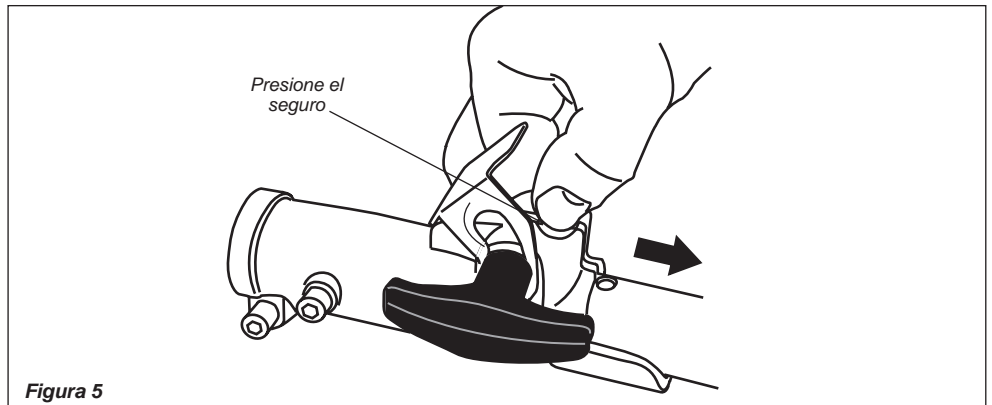

Figura 5
2. Presione el seguro hacia abajo con su dedo. Esto libera el seguro del acoplador. Consulte la figura 5.